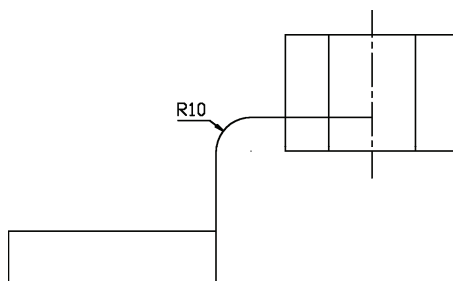

图 3-41 倒圆角
7) 执行 AutoCAD Mechanical “圆角”命令(amfillet2d), 对图示位置进行倒 R10 的圆角, 如图 3-41所示。